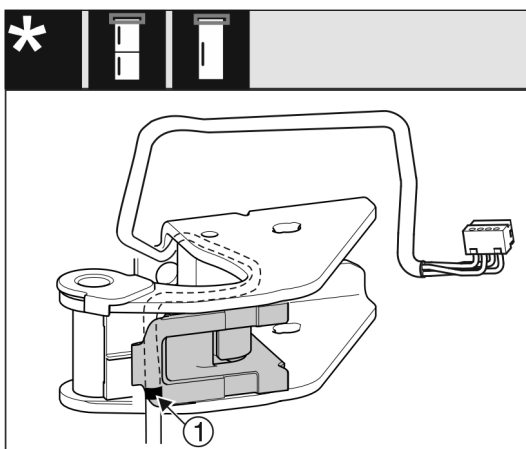

Fig. 28
- ▶ Markeringen i midten må ligge på kanten til ledningsholderen Fig. 28 (1).